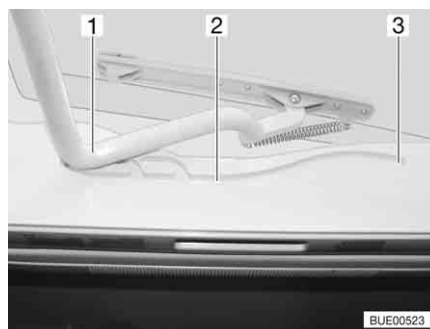

Fig. 35 Oblò Heki, guida
- Tirare la staffa (Fig. 35,1) nelle guide (Fig. 35,2) fino alla posizione più all'indietro (Fig. 35,3).
- Spingere la staffa (Fig. 35,1) leggermente verso l'alto con ambedue le mani.
- Tirare la staffa nelle guide (Fig. 35,2) fino alla posizione desiderata.